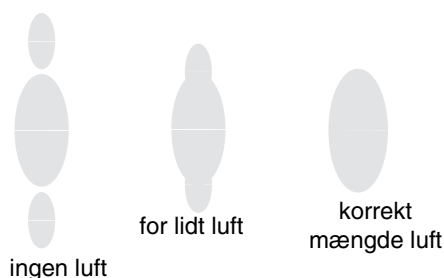

FIG. 8. Problemer med spredningen
- Se FIG. 8. Indstil forstøvningslufttrykket til ca. 35 kPa (0,35 bar; 5 psi) ved aktivering af aftrækkeren. Kontrollér sprøjtemønsteret, og øg derefter langsomt lufttrykket, indtil forstøvningen er fuldstændig og trukket ind i spredningsmønsteret. Lufttrykket til pistolen må ikke overstige 0,7 MPa (7 bar, 100 psi).